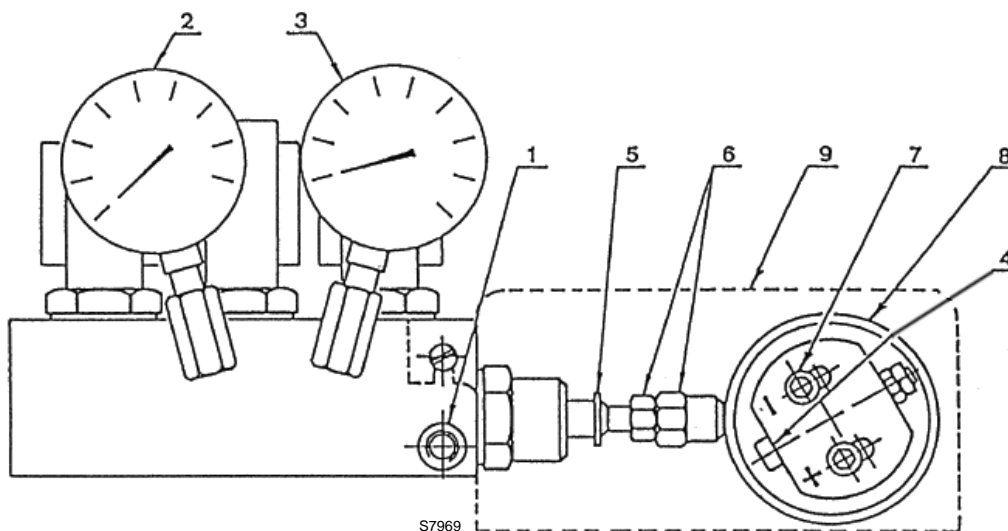
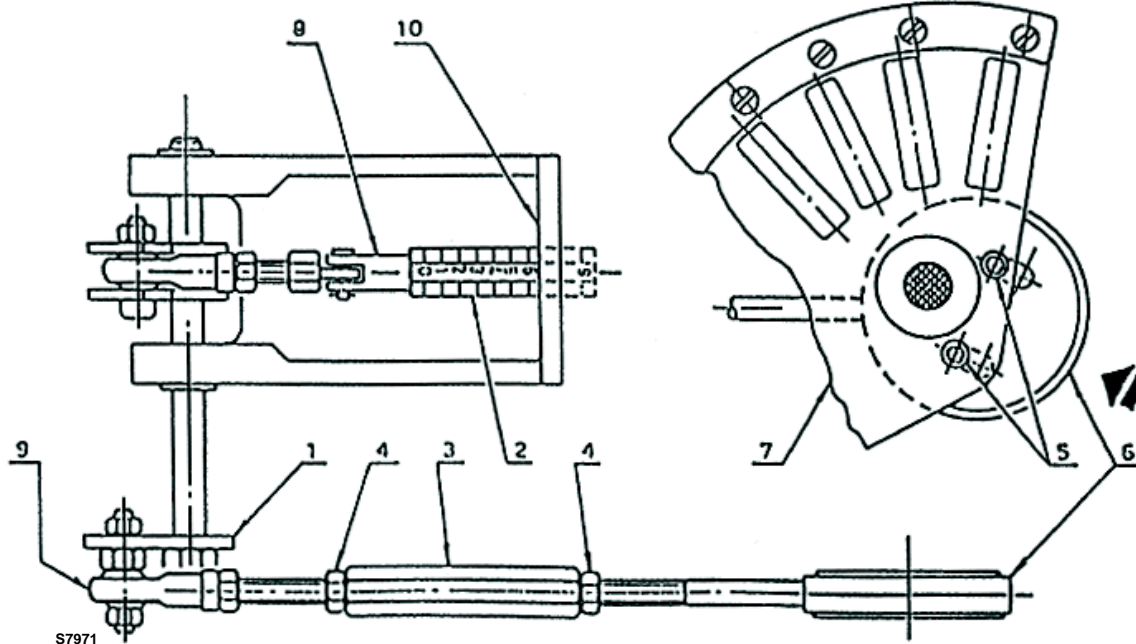

Fig. 11
Fig. 13
La tête de combustion se déplace en même temps que l'excentrique 8 (Fig. 11), que la came à profil variable et que le papillon gaz. Le positionnement de la tête est visible sur le cylindre 2 (Fig. 13)
Pour ne pas avoir d'arrêts brusques, ne jamais dépasser les positions d'ouverture maximum et minimum qui correspondent, sur le cylindre 2) (Fig. 13), respectivement à l'encoche 9 avec servomoteur 130° et à l'encoche 0 avec servomoteur à 0°.
Lorsque le réglage est effectué, bien bloquer les écrous (4), la rotule sphérique (9) étant placée comme l'indique la Fig. 13.